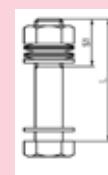

Abb. 1
- Die Anordnung der Tellerfedern erfolgt wechselsinnig s. Abb. 1.